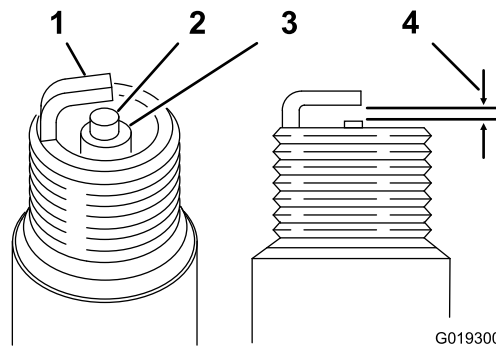

Figure 42
5. Réglez l'écartement des électrodes centrale et latérale de chaque bougie à 0,76 mm ; voir Figure 42. Montez les bougies avec l'écartement correct et un joint d'étanchéité, et serrez-les à 22 N·m.